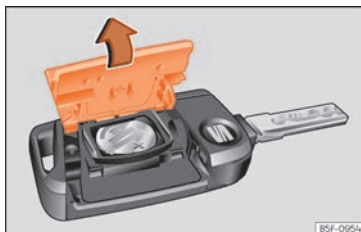

Fig. 141 Llave del vehículo: apertura de la tapa del compartimento para la pila.
- Retire la tapa en la parte trasera de la llave del vehículo **» fig. 141** en la dirección de la flecha **» ⓪.**
- Coloque la tapa tal como se muestra **» fig. 141** y presiónela en la carcasa de la llave del vehículo en sentido contrario a la flecha hasta que encastre.